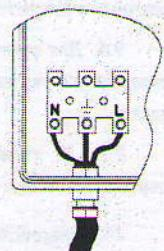

Рис.3 Схема ввода и подключения
4.4. Схема ввода и подключения силового кабеля показана на рис.3.